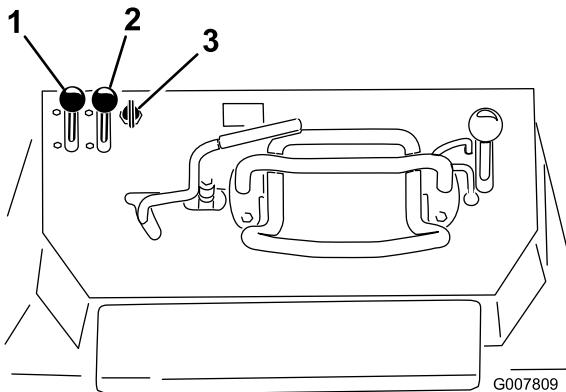

Figure 19
1. Réglez la manette d'accélérateur à mi-course entre les positions bas et haut régime (Figure 19).
2. Levez la manette de starter en position contact établi (Figure 19).
- Pour le modèle 22971, tournez la clé en position contact établi (Figure 19). Relâchez la clé quand le moteur démarre.
4. Amenez progressivement la manette de starter en position hors service (Figure 19). Si le moteur cale
5. Réglez la manette d'accélérateur à la position voulue (Figure 19).
1. Placez la manette d'accélérateur à la position bas régime (Figure 19).
3. Tournez la clé de contact en position contact coupé (Figure 19).